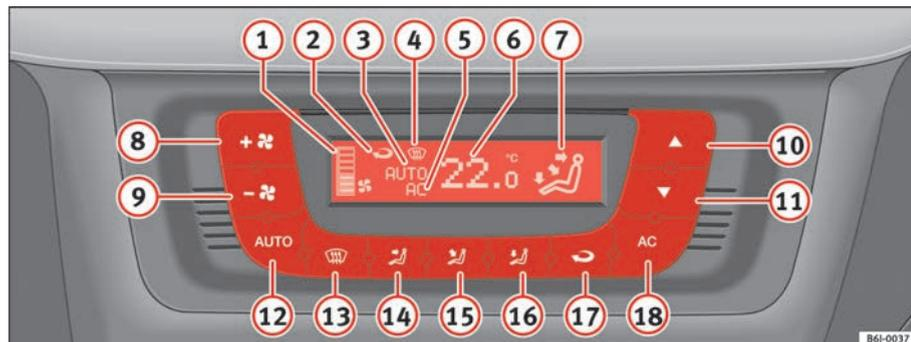

Fig. 90 Comandos do Climatronic no painel de instrumentos
- Rode o regulador da temperatura ⇒ página 128, fig. 90 **10** para regular a temperatura.
- Premir o botão **AUTO**. Visualiza-se a indicação ⇒ página 128, fig. 90 **7**.
- Prima um dos botões ⇒ página 128, fig. 90 **(14)** a **(16)** ou pressione o regulador do ventilador **(8)** e **(9)**. Apaga-se a indicação **(3)**.
O ventilador pode ser regulado através dos botões **(8)** e **(9)** ⇒ página 128, fig. 90. Se o ventilador estiver desligado (no ecrã não está indicado qualquer nível **(1)**) e continuar a pressionar o botão **(9)**, o Climatronic desliga-se. Nesse caso, aparecerá **OFF** no ecrã.
- Prima o botão **(5)**, para ligar e desligar a recirculação do ar. Está ligada se aparecer o símbolo **(6)** ⇒ página 128, fig. 90 no ecrã.